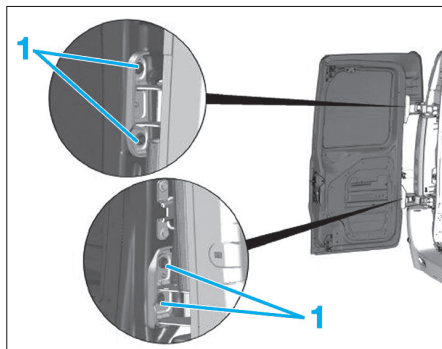

Fig. 101
- Desserrer les vis (1) de charnière sur carrosserie (Fig.101).
- Serrer les vis (1) de charnière sur carrosserie.